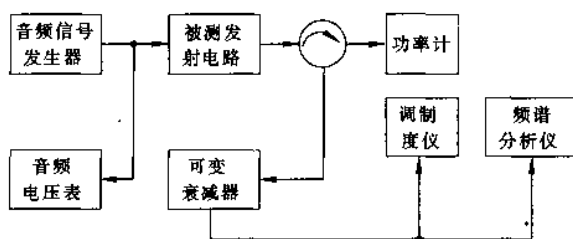

图 2-7
辐射带宽是指已调信号占有总能量 99% 的频带宽度,也就是指比未调载波电平低 25dB 的两个谱线间所占频带宽度。其标准测试方法如图 2-7 所示。
①在图 2-7 中,发射电路在未调载波状况下以额定功率输出,用频谱分析仪测量并记录此时的未调载波电平值。
②将音频信号发生器输出一个频率为 1kHz ,其电平使发射电路产生最大允许频偏的 50% (即 2.5kHz 频偏)。记下此时音频信号发生器的输出电平值。
③音频信号发生器输出一个频率为 2500Hz ,电平比 1kHz 时所记电平值高 16dB 的信号。
杂散辐射是指标准测试音调制时,在允许占用带宽以外的一些离散频率点上的辐射。它们包括谐波成份、非谐波成份和寄生成份。其标准测量方法是:在图 2-7 中,发射电路在未调载波状态下工作,将频谱仪调整至发射载波频率上,使频谱仪频率旋钮在 100kHz 至 10 倍于测试载频的范围内变化,记下各杂散辐射的电平。上述测量应在加标准测试音调制时重复进行。无绳电话的杂散辐射功率应不大于 $25\mu\text{W}$ 。